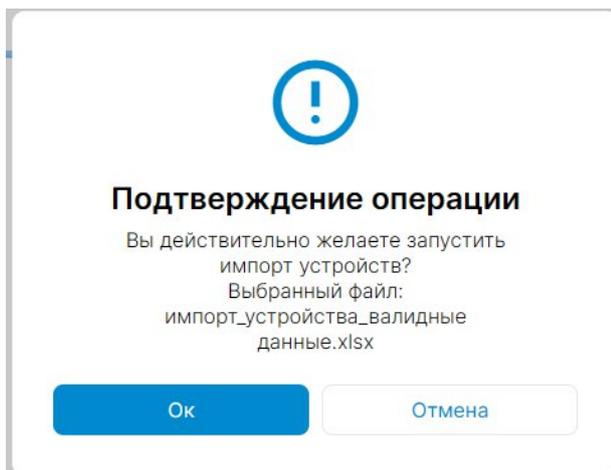

Рисунок 88 – Подтверждение запуска операции импорта
6. Подтвердить запуск операции импорта устройств (Рисунок 88).